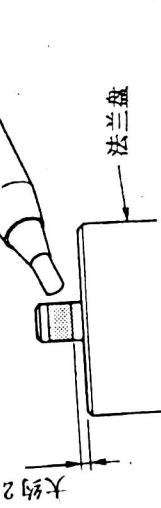

图31
③重新安装时，用清洁工具清洗调换的上磁鼓、法兰盘的表面和轴；
④用油性毡制笔在轴的啮合部涂刷一遍，如图31所示（如果涂刷两遍以上，则轴与上磁鼓间的间隙会太小而难以将上磁鼓装置安装上去）；
⑤确认涂刷过的油充分干燥后，安装上新的上磁鼓装置（首先，沿着法兰盘垂直方向固定旋转变压器的继电器引线，将引线穿过导线孔，然后重新将上磁鼓装置安装到轴上去）；
⑥按上述反步骤重新安装新磁鼓。注意不要直接接触新磁鼓头和损伤磁鼓表面；
⑦安装完毕后，须进行磁带走行系统的检查和调整。